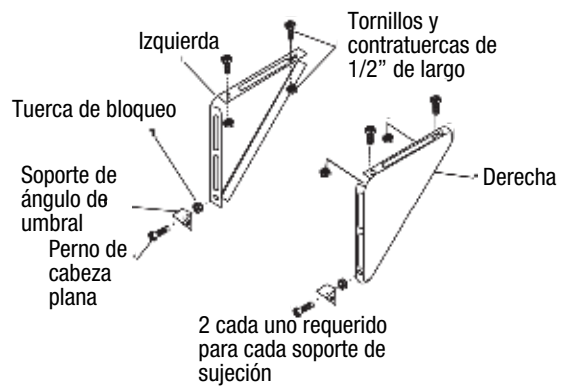

FIG. 15B
2. Monte el soporte de ángulo del alféizar para sujetar los soportes en la posición marcada. (Vea la Fig. 15B) Apriete a mano, pero permita realizar cambios más adelante.